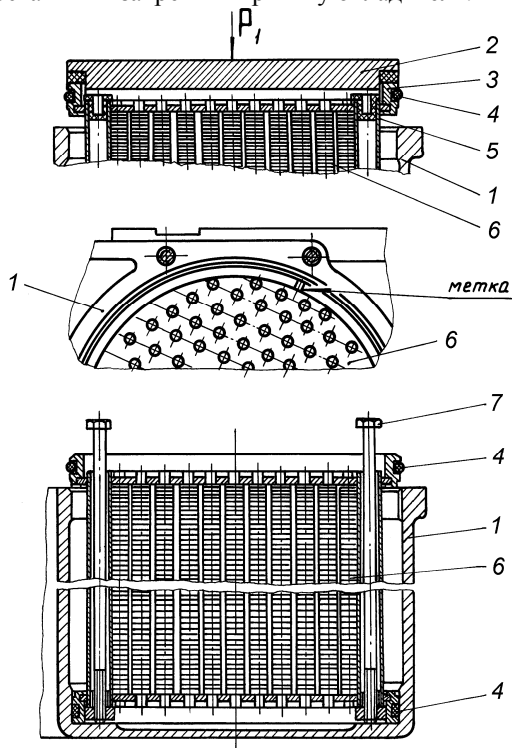

Рис. 15. Охладитель наддувочного воздуха:
- 3 Вынуть резиновые заглушки 5 в верхней части охлаждающих элементов 6 и через освободившиеся отверстия с помощью специальных болтов 7 (рис. 15) выдавить охлаждающие элементы из корпуса.
- 3 Вставить охлаждающие элементы 6 в корпус 1 охладителя и запрессовать их до упора, прилагая усилие "P1" через оправку 2, предохранив концы трубок от повреждения. При этом метки на верхних чашках 3 охлаждающих элементов 6 должны быть расположены, как показано на рис. 15.